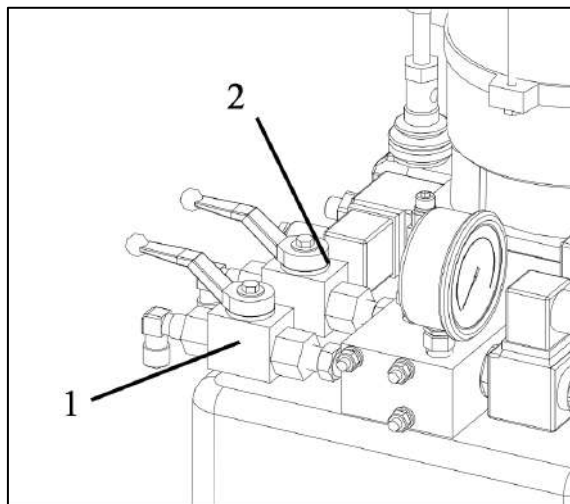

Fig. 10 - Indkøring og udluftning af lift
8. Drej knappen "MAIN/JACK" (fig. 9-1) til positionen . Åbn toppen af kontrolboksen og drej knappen "ADJ/WORK" (fig. 9-2) til positionen "WORK". Åbn fronten af kontrolboksen og luk de to kuglehane (fig. 10).
16. Luk for kuglehanen (B) på pumpeenheten (fig. 10) Sænk derefter begge kørebaner så langt ned som muligt ved at trykke på overstyringskontakten (fig. 9-3) samtidig med ned-knappen (fig. 9-5). Når liften stopper, åbnes kuglethane B uden at slippe knapperne, når kuglehanen åbnes, kører begge saxe i bund. Luk derefter kuglethane B, først nu må knapperne slippes.